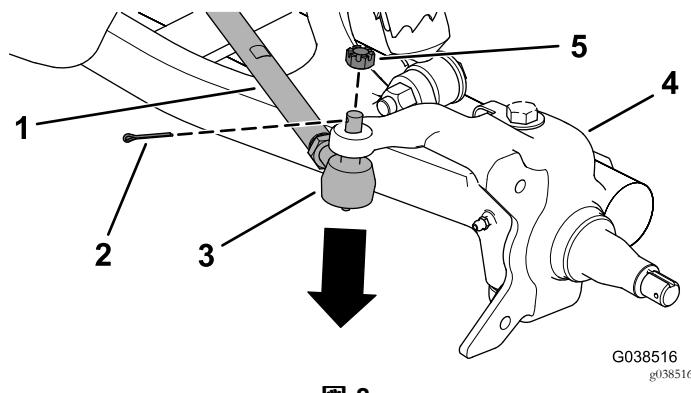

図 8
8. タイロッドのボールジョイントのヘアピンコッターとスロット付きナットを外し、スピンドルとタイロッドを分離する図8。
- スピンドルアセンブリにタイロッドを取り付けるスロット付き六角ナットとヘアピンコッターを使用する図8。